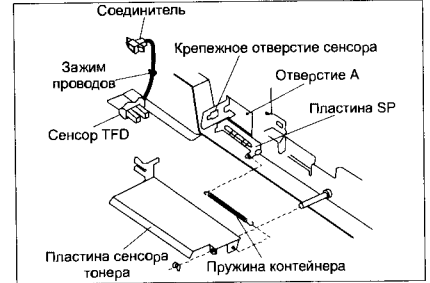

Рис. 21
- снимают сенсор TFD через установочное отверстие сенсора и вынимают соединитель через отверстие «А» (рис. 21).